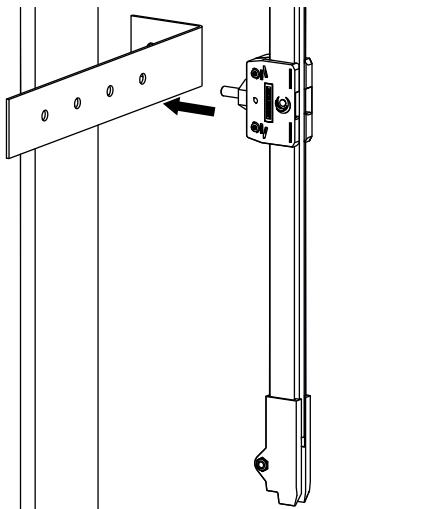
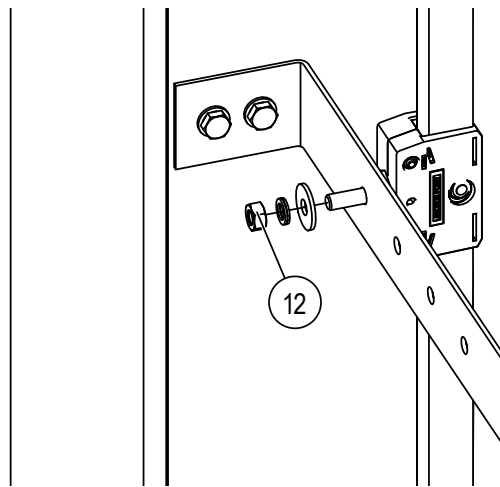
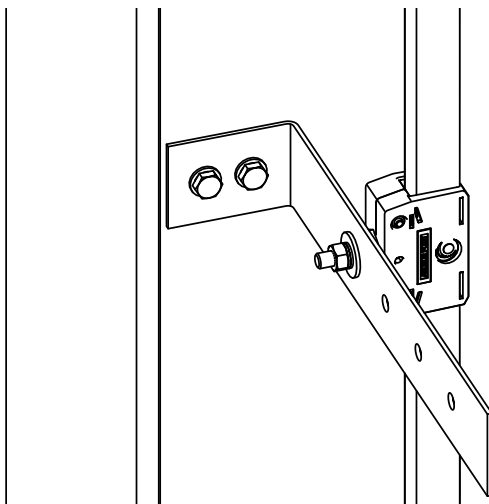

Abb. 31: Fixpunkt inklusive Schleifleitung montieren
Abb. 32: Sechskantmutter M8 (Pos. 12) anziehen
Abb. 33: Montierter Fixpunkt
- Den Fixpunkt inklusive der eingehängten Schleifleitung am Ausleger der kundenseitigen Tragkonstruktion (z.B. Winkelblech) montieren (siehe Abb. 31). Hierfür die M8 Sechskantmutter (Pos. 12) mit dem vorgeschriebenen Drehmoment (SW 13, Drehmoment: **7 Nm**) anziehen (siehe Abb. 32 und Abb. 33). Zum Gegenkontern der Kunststoffmutter den Gabelschlüssel SW 22 verwenden. Darauf achten, dass der Schraubenkopf der Zylinderschrauben nach außen schauen, also von der kundenseitigen Tragkonstruktion abgewendet sind.